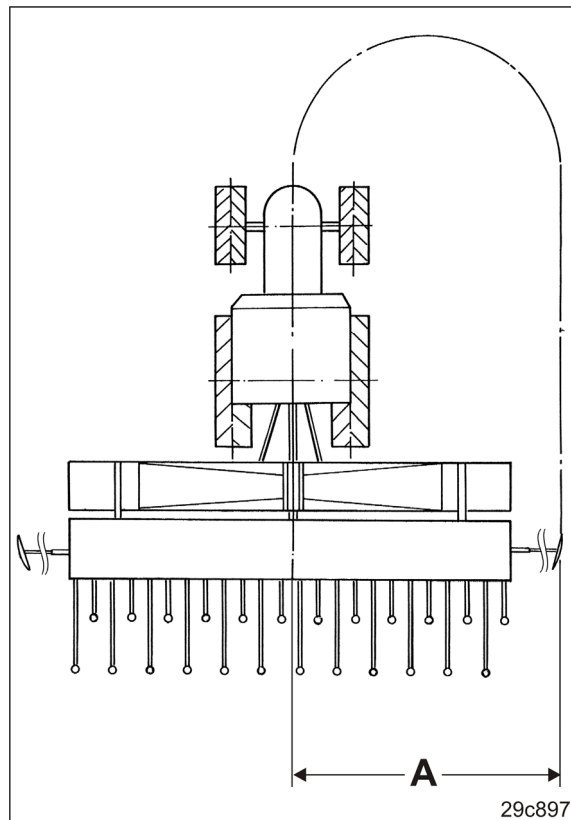

Fig. 90
7. Spuranreißerlänge auf Länge „A“ (siehe Tabelle „Fig. 90“, Seite 96) einstellen.